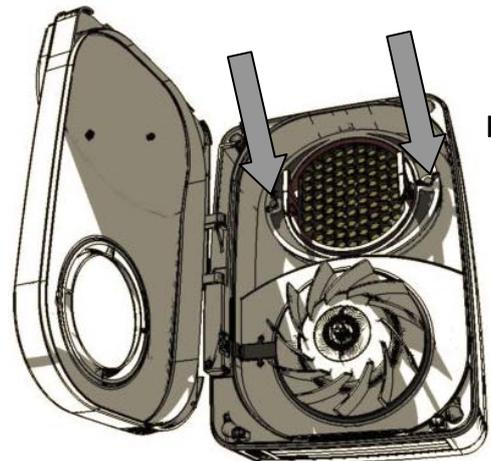

FIG.12
- 10- Remettre le collier de maintien et le bloquer avec les 2 vis de fixation (FIG 12)